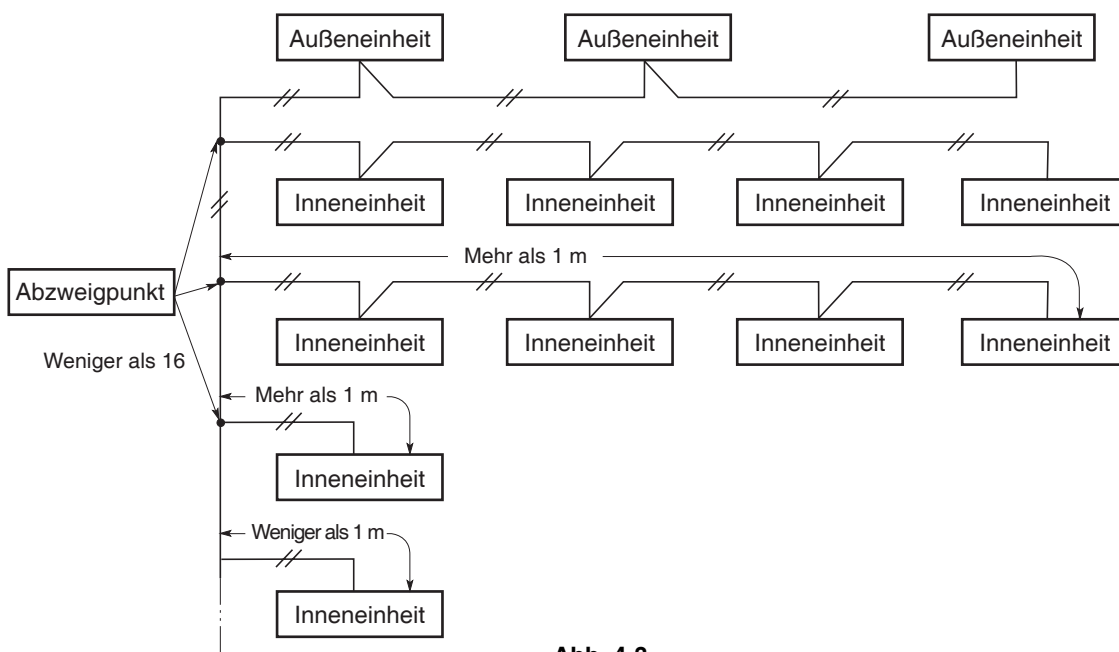

Abb. 4-3
- (4) Wenn ein Geräteverbindungskabel für die Steuerung angeschlossen werden soll, darf die Anzahl der Abzweigpunkte nicht höher als 16 liegen. (Abzweigungen mit weniger als einem Meter sind in der Gesamtzahl der Abzweigpunkte nicht eingeschlossen.) (Abb. 4-3)